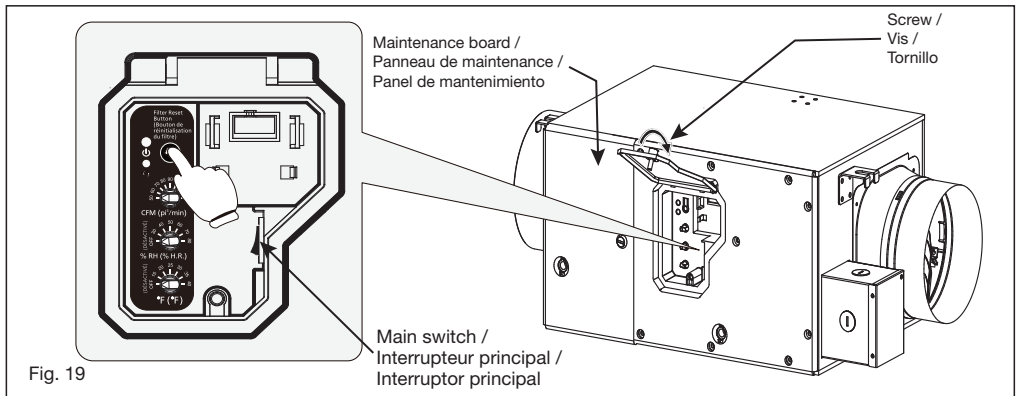

Fig. 19
7. Turn on the main switch and press the Filter Reset button. The Filter Indicator light and the buzzing sound will turn off. Close the control box cover and turn the hand screw clockwise (Fig. 19).
7. Rétablissez l'alimentation principale, appuyez sur le bouton de réinitialisation du filtre. Le voyant du filtre et le signal sonore seront désactivés. Vissez à la main le couvercle du boîtier de commande (Fig. 19).
7. Encienda el interruptor principal y presione el botón de reinicio de filtro. La luz del indicador de filtro y el sonido de la alarma se apagarán. Cierre la cubierta de la caja de control y gire el tornillo manual en el sentido de las manecillas del reloj (Fig. 19).